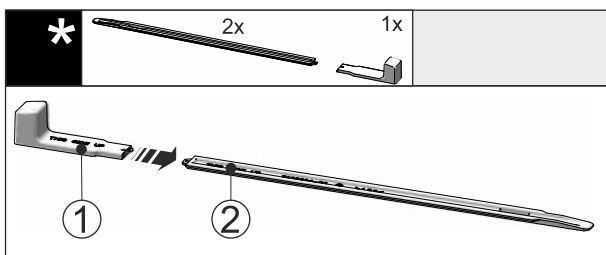

Fig. 49
► Montážní úchyt Fig. 49 (1) připevněte k nivelační liště Fig. 49 (2).